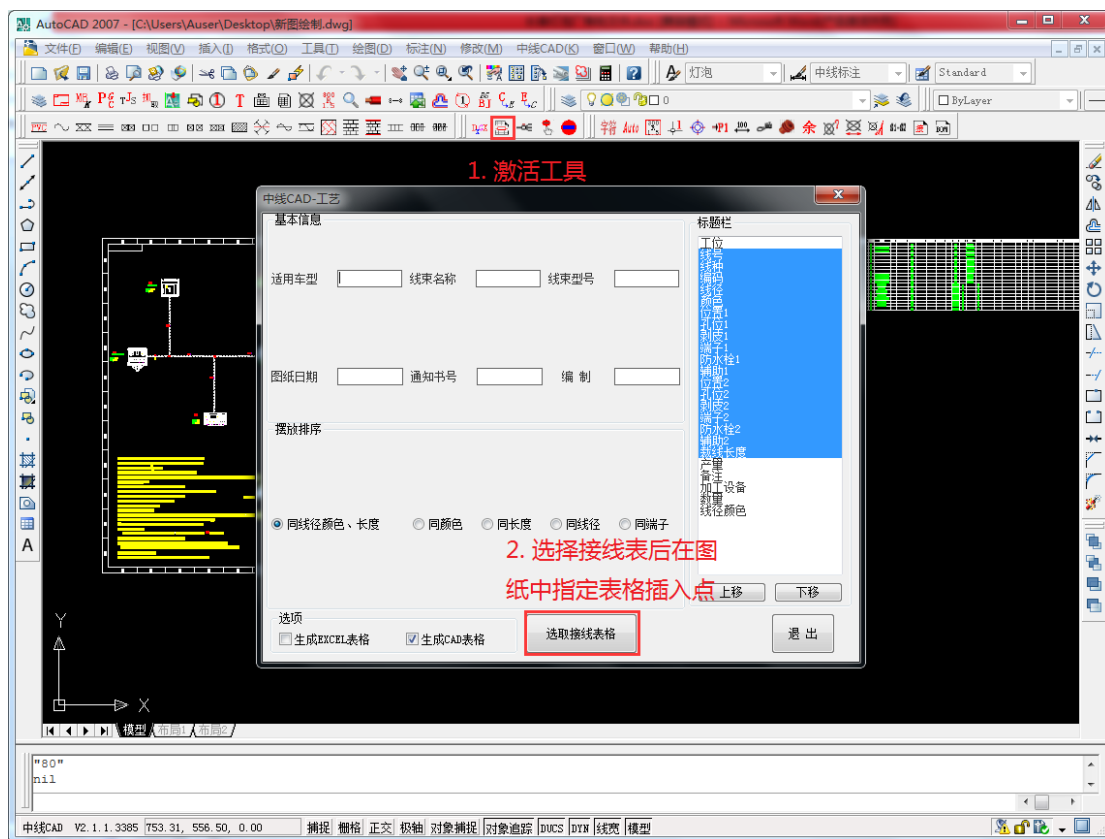

图 1-31
2. 单击鼠标右键，在图纸空白处选择表格的插入点，插入【裁线工艺卡】，如图 1-31 所示。